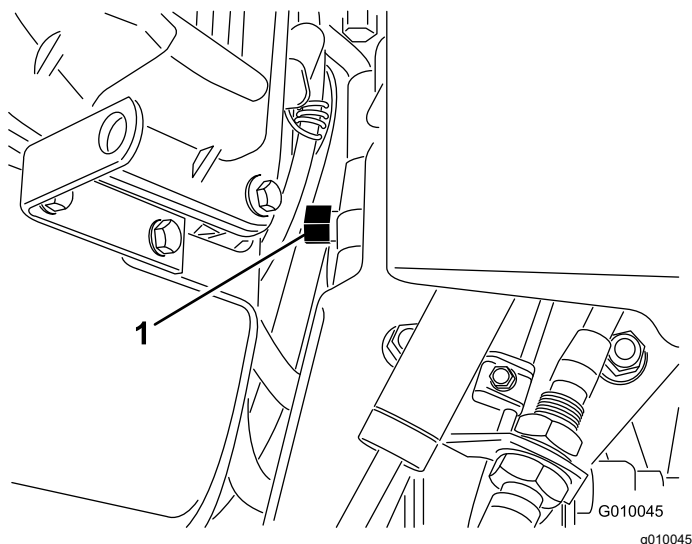

Figura 29
2. Localice la válvula de desvío, situada entre el motor y la bomba hidrostática (Figura 29).
alrededor de la bomba, dejando que las ruedas giren (Figura 29).
5. Para volver a poner en funcionamiento la máquina, gire una vuelta la válvula de desvío en sentido horario (Figura 29).